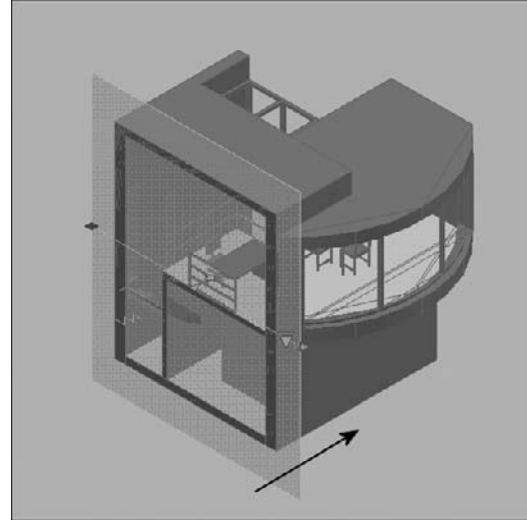

Fig.21.5
- 4 Sélectionnez une poignée pour déplacer le plan de coupe à travers l'objet 3D (fig.21.5). Un objet de coupe est créé dans l'état Plan de coupe. La coupe 3D est activée.